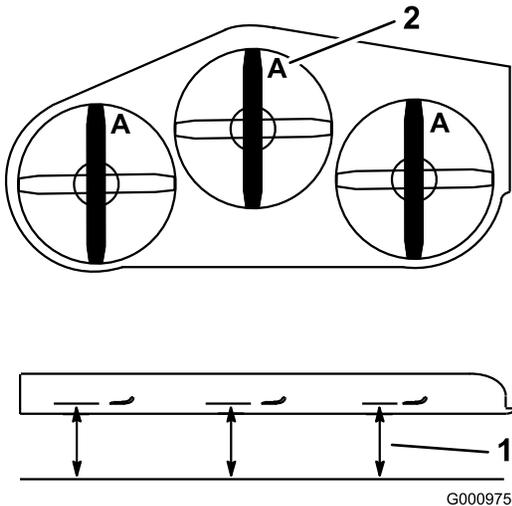

Figura 95
3. Gire las cuchillas hasta que los extremos estén orientados hacia adelante y hacia atrás (Figura 95).
4. Mida desde una superficie nivelada hasta el filo de corte, posición A, de las cuchillas (Figura 95).